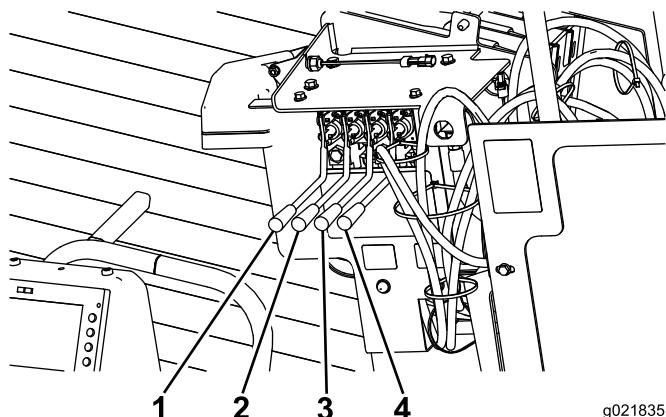

Figure 46
6. Poussez les 2 leviers de la vrille d'ancrage droite vers l'intérieur pour abaisser et faire tourner la vrille droite jusqu'à ce qu'elle soit complètement engagée (Figure 46).